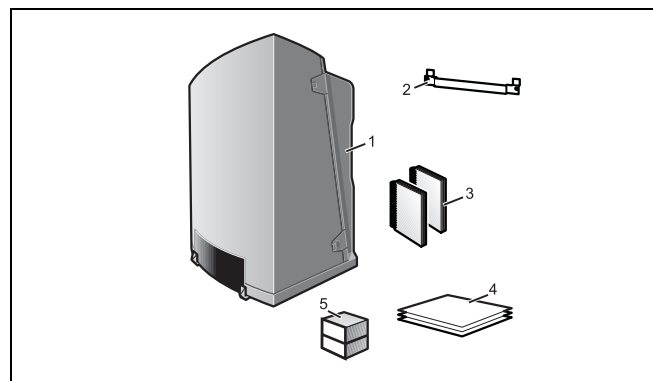

Fig. 2 Volume di fornitura
- Controllare l'integrità del volume di fornitura (fig. 2).